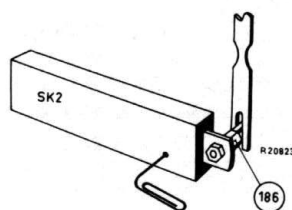

Fig. 61
De instelschroef op de looper van SK2 moet in de uitsparing van bedieningsbeugel 184 vallen, zie fig. 61.
Steek een borgpen van $\pm 1,5$ mm dikte door het gat in de schakelaar, zie fig. 61.
N.B.: Bij sommige apparaten is geen instelschroef aanwezig. Bij deze apparaten moet de schakelaar ingesteld worden door verbuigen van de bedieningsbeugel van de schakelaar, zie fig. 61.